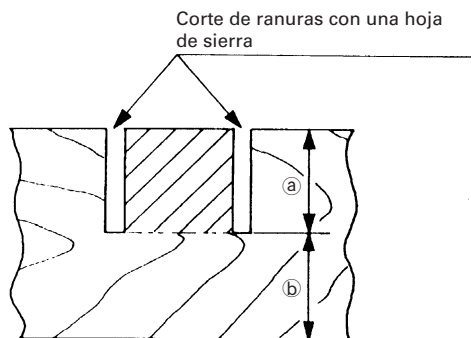

Fig. 47
Las ranuras podrán cortarse en la pieza de trabajo como se indica en la Fig. 47 regulando el perno de ajuste de profundidad de 8mm.
- (1) Afloje la tuerca de aletas de 8mm y gire el perno de ajuste de profundidad de 8mm con la mano.
- (2) Ajuste la profundidad de corte deseada regulando la distancia entre la hoja de sierra y la superficie de la base (consulte **b** de la Fig. 47).
- (3) La tuerca de aletas 8mm deberá quedar adecuadamente apretada después de haber finalizado el ajuste.